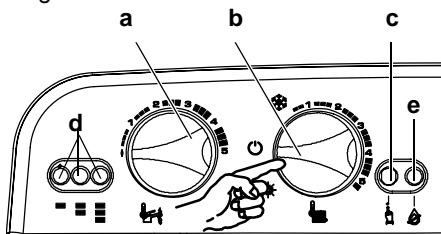

Fig. 7.17 Tablero de mandos
- 8 Colocar el selector **c** como se indica en la fig. **Fig. 7.17** para salir de la programación.